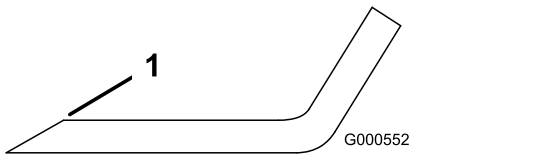

Figura 60
1. Utilice una lima para afilar el filo de corte en ambos extremos de la cuchilla (Figura 60).
Nota: Si la cuchilla no está equilibrada, rebaje algo del metal en la parte de la vela solamente con una lima (Figura 60).